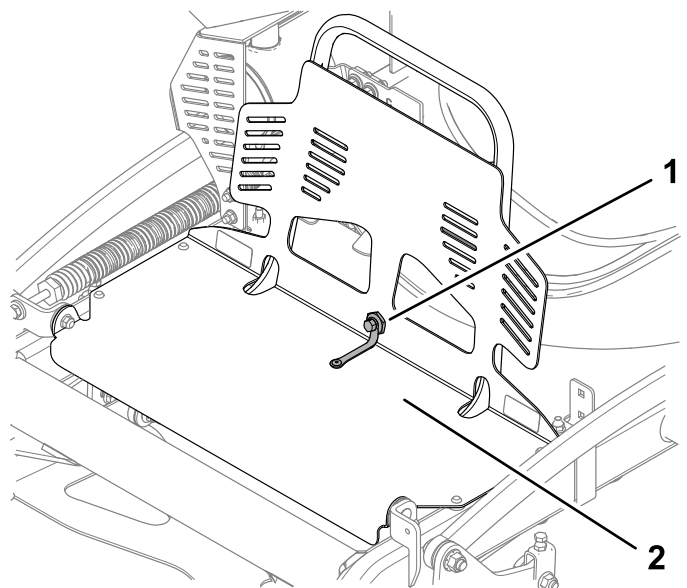

Figura 1
1. Retire el perno y la tuerca de cuello largo que fijan el protector del motor y la extensión del protector (Figura 1).